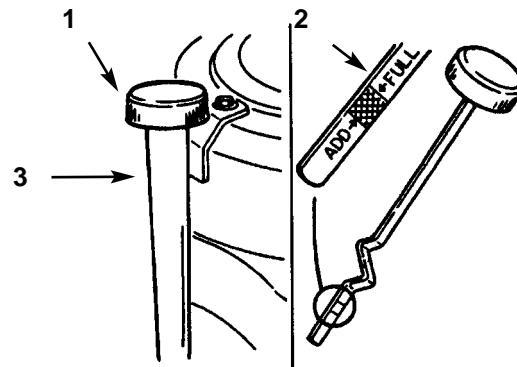

Fig. 18
3. Pulite attorno all'asta di misurazione del livello dell'olio (Fig. 18) perché lo sporco non penetri nel foro di riempimento, danneggiando il motore.
4. Svitate l'asta di misurazione dell'olio e pulitene l'estremità di metallo (Fig. 18).
5. Avvitate l'asta di misurazione del livello dell'olio a fondo sul tubo di riempimento (Fig. 18). Svitate di nuovo l'asta ed osservatene l'estremità di metallo: se il livello dell'olio è basso, versate lentamente nel tubo di riempimento abbastanza olio da portare il livello alla tacca "FULL".
7. Versate lentamente nel tubo di riempimento (Fig. 18) circa l'80% del quantitativo di olio indicato. Ora verificate il livello; vedi *Verifica del livello dell'olio*. Rabboccate lentamente fino a raggiungere la tacca di pieno (FULL) sull'asta di livello.